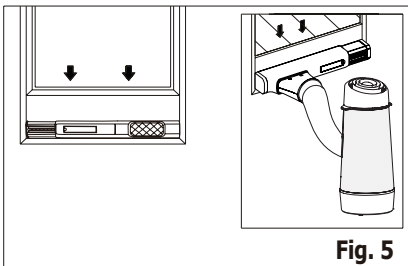

Fig. 5
3. Installare il kit finestra sulla finestra, quindi far scorrere l'adattatore B nel dispositivo per l'attacco alla finestra e nella guarnizione. (Fig. 5 & 6)